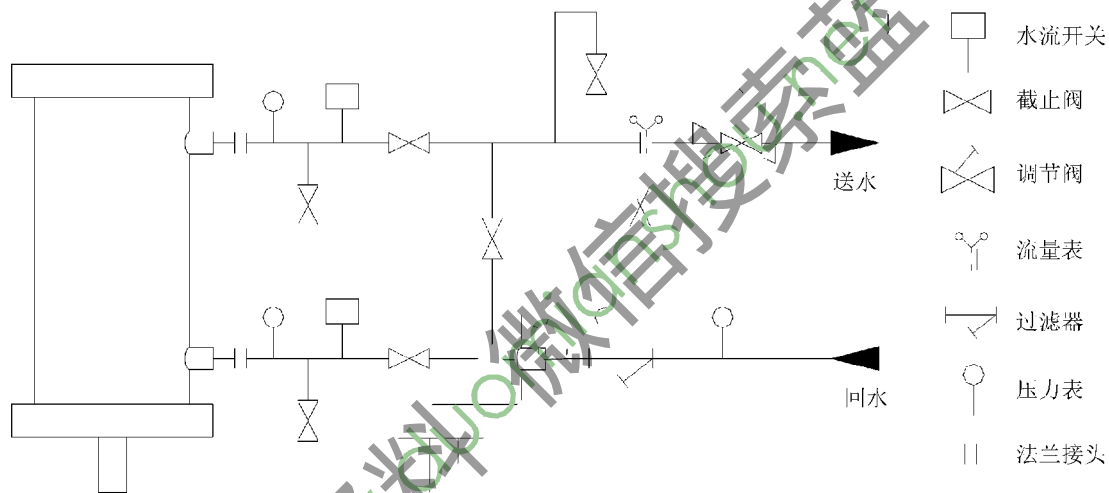

图 3B 壳管式热交换器旁通管路
9. 必须安装如图 3B 所示的热交换器旁通管及旁通阀，以尽量减小管道冲击阻力，同时便于维修期间，可切断热交换器水路而不干扰其它热交换器。